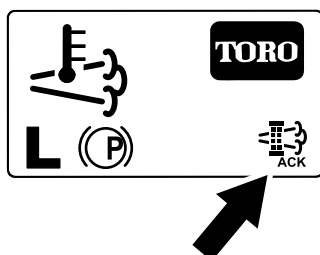

Figure 85
8. L'InfoCenter affiche l'écran d'accueil et l'icône de confirmation de la régénération (Figure 85) apparaît en bas à droite de l'écran pendant le processus de régénération.